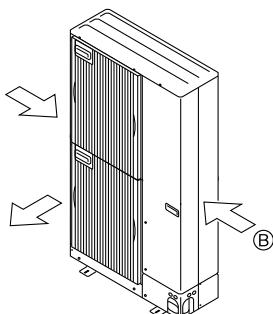

Fig. 2-5
- ③ Bringen Sie die Anlage so an, dass die Abluft aus der Lufтаustrittsöffnung im rechten Winkel zu derjenigen Richtung geführt wird, aus der saisonal bedingt starker Wind bläst. (Fig. 2-5)
- (A) Lufтаustrassführung